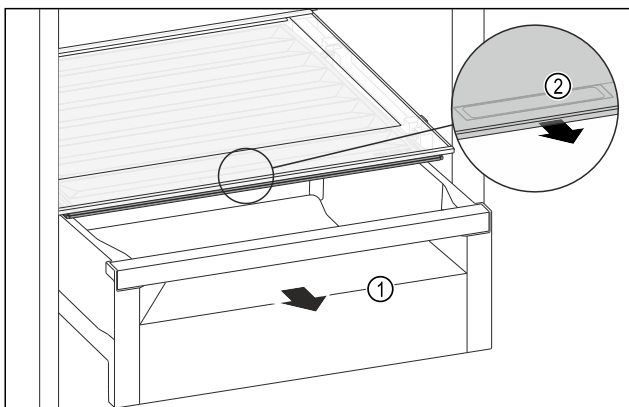

Fig. 145
- Retirer le tiroir Fig. 145 (1).
- Saisir la poignée encastrée Fig. 145 (2) du couvercle du compartiment et tirer le couvercle du compartiment par l'avant.